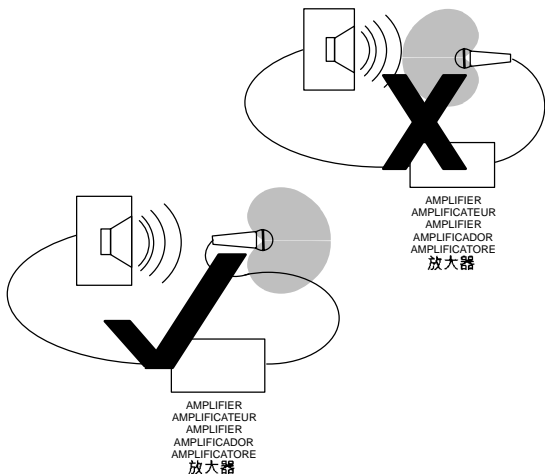

FIGURE 1 • ABBILDUNG 1 • FIGURA 1
2. Das Mikrofon auf die Schallquelle und weg von unerwünschten Schallquellen richten (siehe Abbildung 1), um die beste Verstärkung vor Rückkopplung und Isolierung von unerwünschten Hintergrundgeräuschen zu erzielen. Das BG1.1 zeichnet sich durch ein Kardiodienpolarmuster aus, das am empfindlichsten für Geräusche unmittelbar vor dem Mikrofon ist, während die Tonaufnahme direkt hinter dem Mikrofon abgeschwächt wird.